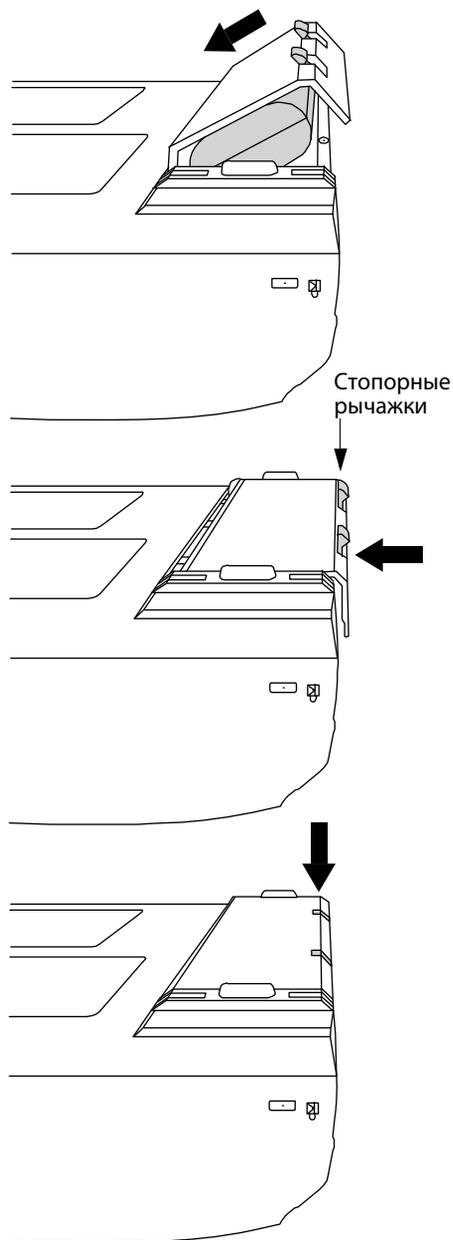

Рис. 3 Установка аккумулятора
- 3 Поместите аккумулятор в аккумуляторный отсек под небольшим углом. См. Рис. 3.